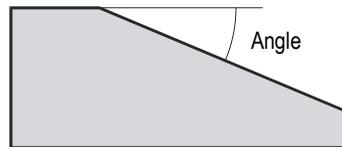

Figure 4-6 Angle du sabot
- a) Sélectionnez **Angle du sabot**, et puis entrez l'angle du sabot (voir la Figure 4-6 à la page 115).